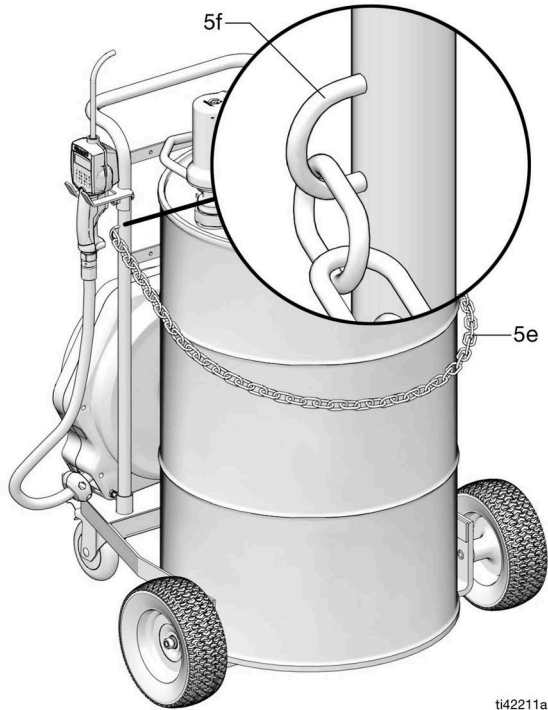

FIG. 35
7. Fixer la chaîne (5e) autour du fût comme illustré à la FIG. 35. Ajuster la chaîne pour qu'elle soit d'une longueur adaptée à la taille du fût. Accrocher les extrémités de la chaîne aux deux supports à oreille (5f).